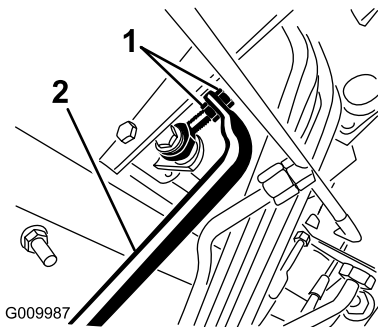

Figura 75
5. Ajuste las contratuercas del extremo de la varilla de la bomba para desplazar el tubo de control de la bomba hacia adelante, para eliminar el movimiento de la máquina hacia adelante, o hacia atrás, para eliminar el movimiento hacia atrás (Figura 75).